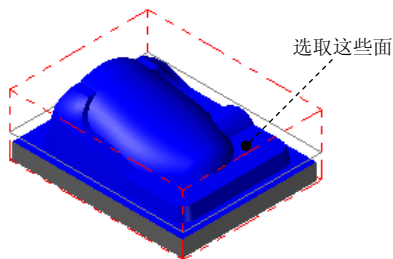

图 17.11 选取加工面
Step2. 设置加工区域。在图形区中选择图 17.11 所示的面（共 45 个），单击 Enter 键，系统弹出“刀具路径的曲面选取”对话框。单击  按钮，完成加工区域的设置，同时系统弹出“曲面精加工平行铣削”对话框。